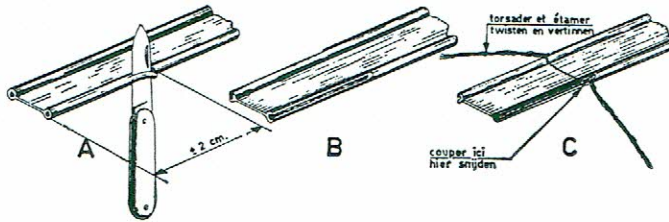

fig. 8
1. Knip met behulp van een mes de isolering van iedere geleider zijdelings weg over een lengte van 1 tot 2 cm (fig. 8 A)
2. Maak de geleiders vrij door ze op 90° te plooiën, en knip dan de isolatie tussen beide af (fig. 8 B)
3. Wring de draden en vertin ze (fig. 8 C).